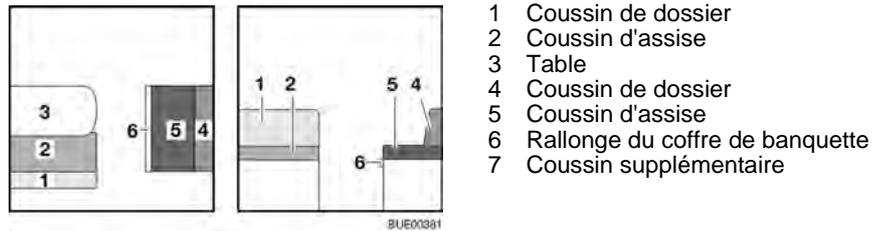

Fig. 111 Avant la transformation
- Convertir la table (Fig. 111,3) en sommier de lit (voir paragraphe 6.10).
- Placer le coussin de dossier (Fig. 111,1) de côté.